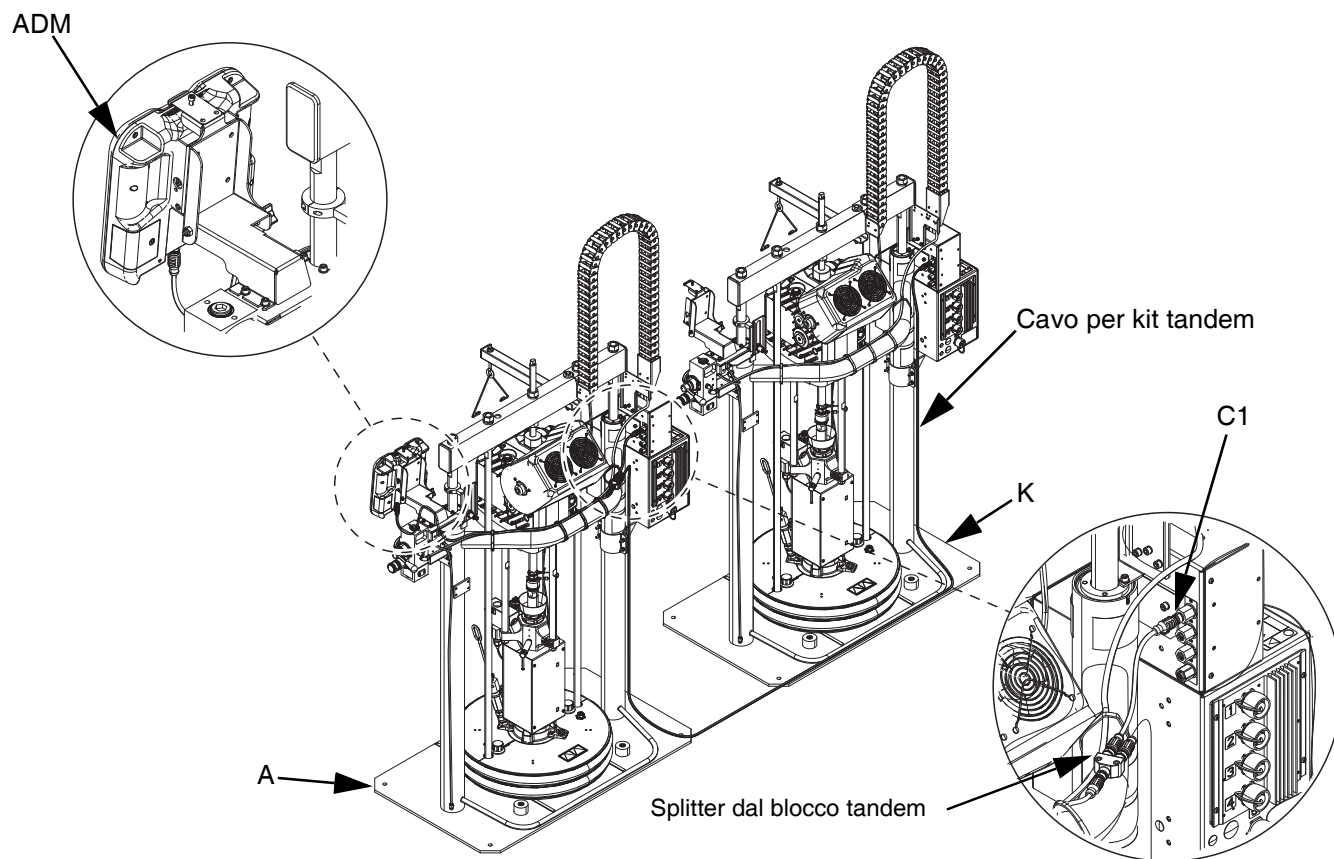

Fig. 10: Collegamenti per la comunicazione
4. Utilizzare le fascette incluse nel kit per fissare i cavi al telaio del pistone. Vedere FIG. 10 per l'instradamento dei cavi.